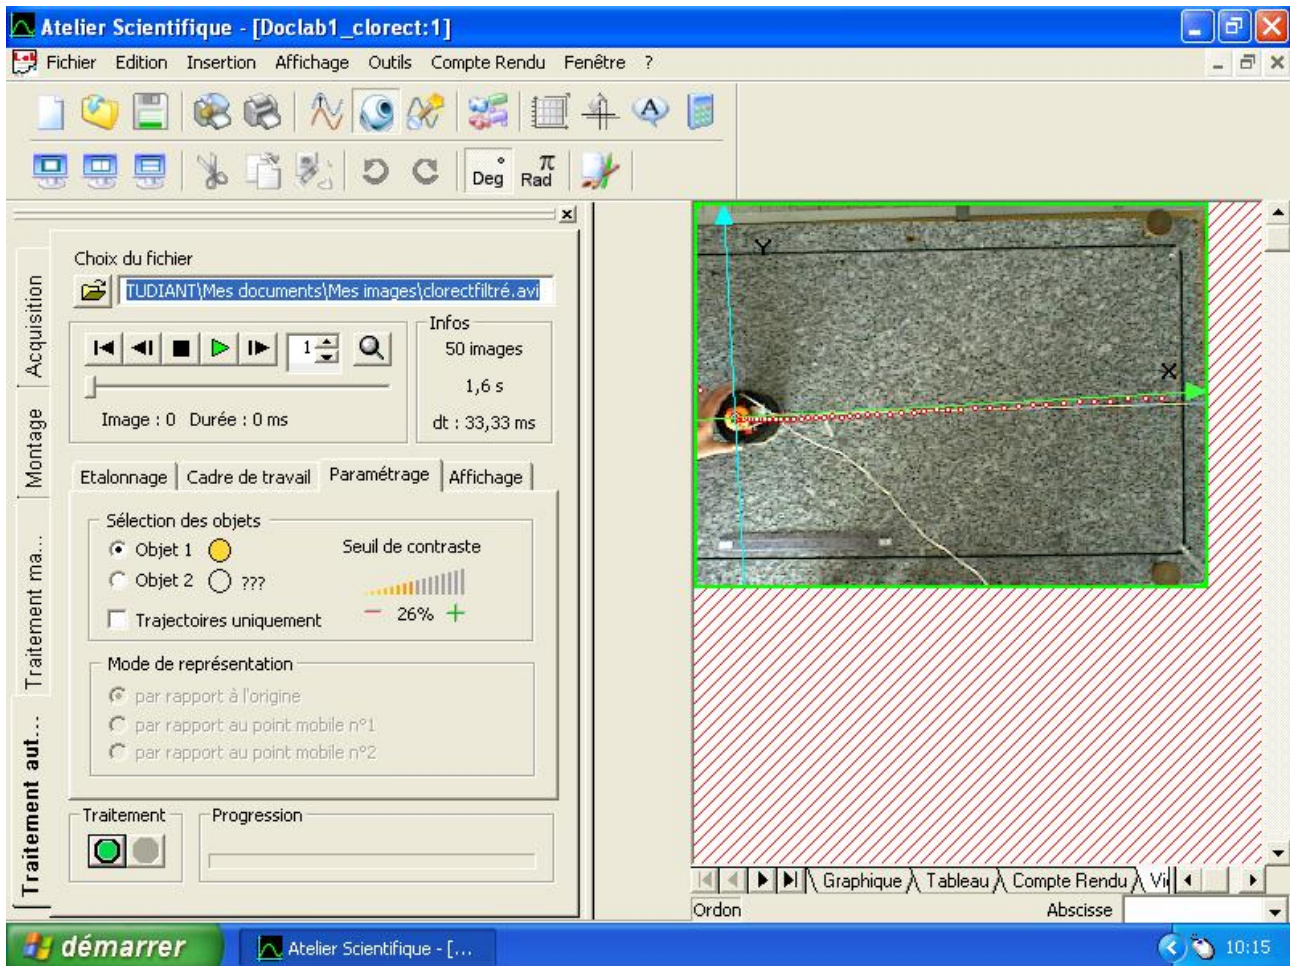

FIGURE 9 – Description de l'écran **Montage** permettant le filtrage des données
Se placer à présent sur l'onglet **Paramétrage**, sélection des objets (voir figure 9), cliquer sur la LED. L'objet est reconnu si le cercle placé à côté de « Objet 1 » prend la couleur de la diode (h). Si l'objet n'est pas reconnu (une fenêtre s'ouvre pour le signaler) ajuster la taille de la tache couvrant la LED en jouant sur le contraste (i). Si l'objet n'est toujours pas reconnu, avancer dans l'enregistrement pour trouver un point plus visible.
Afin de tracer et d'afficher les données enregistrées on utilise les onglets situés sous la fenêtre vidéo (voir figure 9).
- 👉 Cliquer sur l'icône intitulée **traitement des données** située sur la première rangée (voir figure 9).